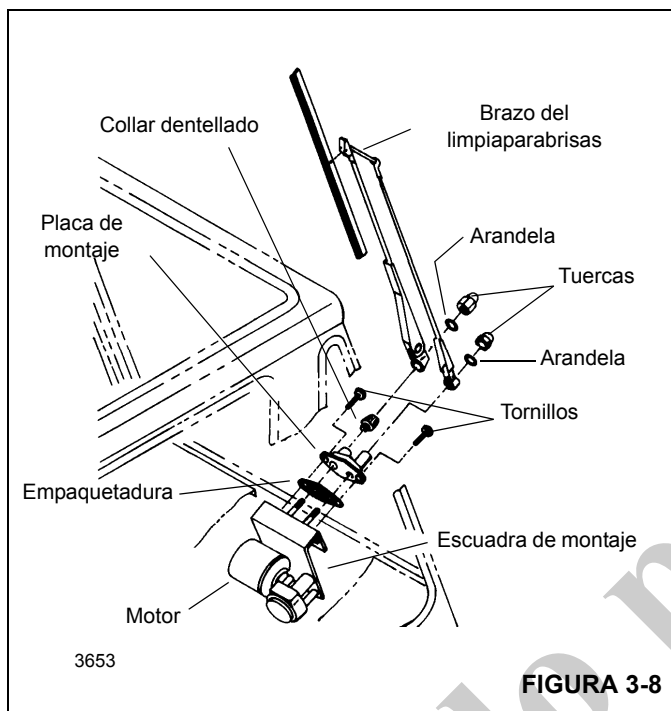

FIGURA 3-8
2. Conecte el motor del limpiaparabrisas a su escuadra con tornillos y arandelas (vea la Figura 3-8). Conecte el eje del motor del limpiaparabrisas a la manivela del motor del limpiaparabrisas con la tuerca y la arandela.